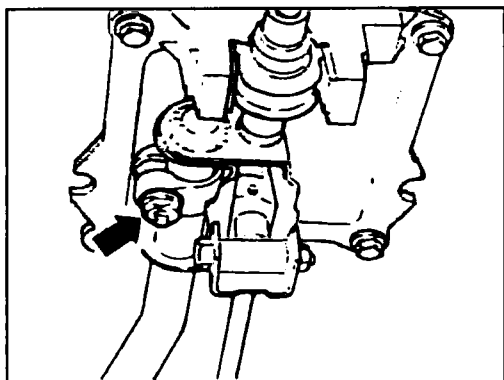

Рис. 5.31 Регулировочный хомут
- ◆ Ослабьте хомут (см. по стрелке рис. 5.31). Тяга выбора кронштейна переключения должна свободно перемещаться по направляющему штифту кронштейна 7.